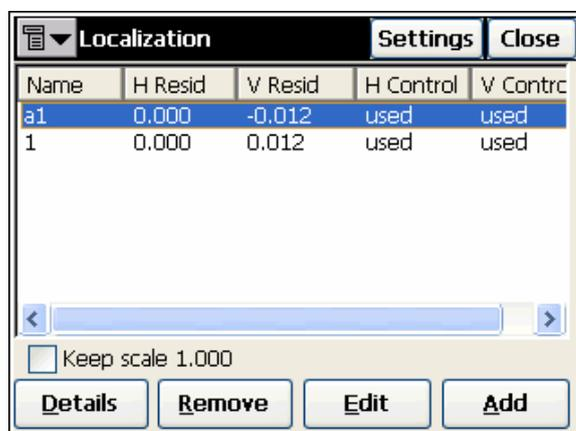

Рисунок 6-1. Локализация
1. Выберите меню **Survey > Localization (Работа > Локализация)**. В окне **Localization (Локализация)** нажмите кнопку **Add (Добавить)** (рис. 6-1).